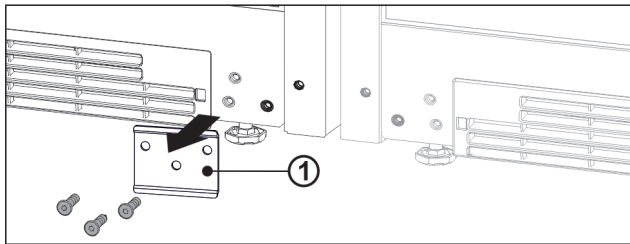

Fig. 14
- ▶ Om plåten Fig. 14 (1) är installerad ska den skruvas bort.